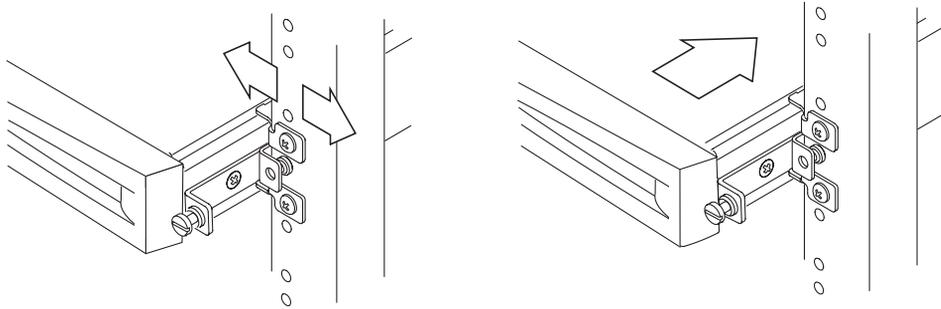

FIGURA 3-6 Regolazione della slitta e fissaggio delle viti
9. Allineare le viti sui lati del sistema alla slitta del rack (FIGURA 3-6).